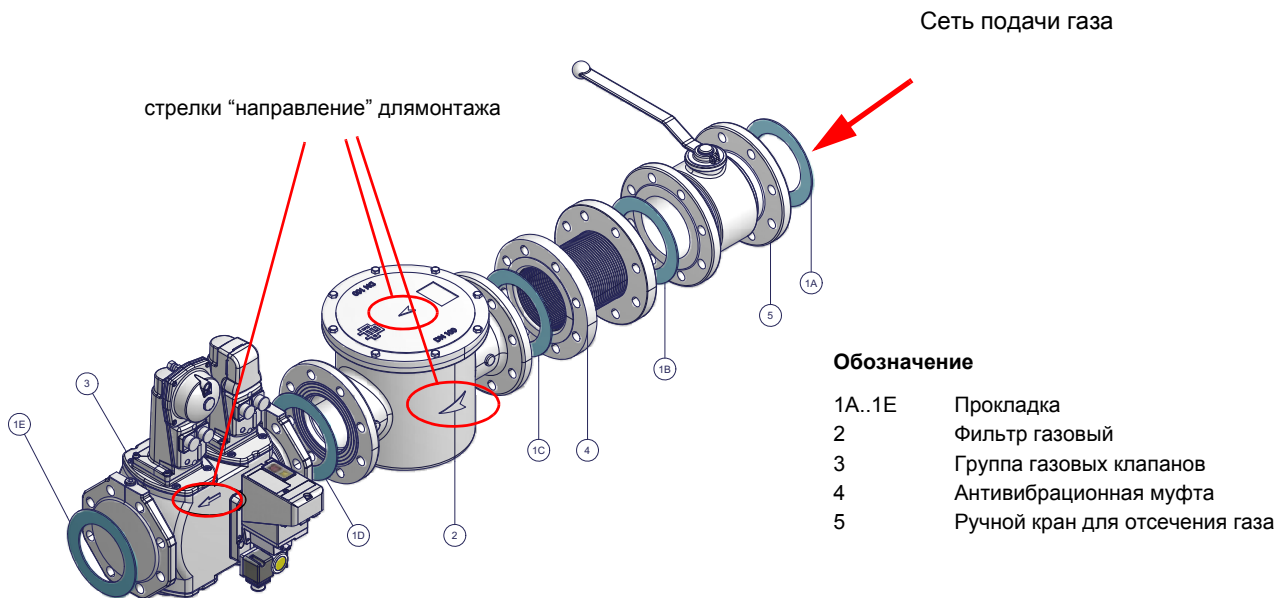

Рис. 4 - Пример газовой раампы
- 1 - б) при фланцевых соединениях: между соседними компонентами устанавливать прокладку (1A..1E - Рис. 4), совместимую с используемым газом,
ВНИМАНИЕ: после монтажа газовой рампы согласно схеме на Рис. 4, необходимо провести тестирование на герметичность газового контура, согласно требований действующих нормативов.